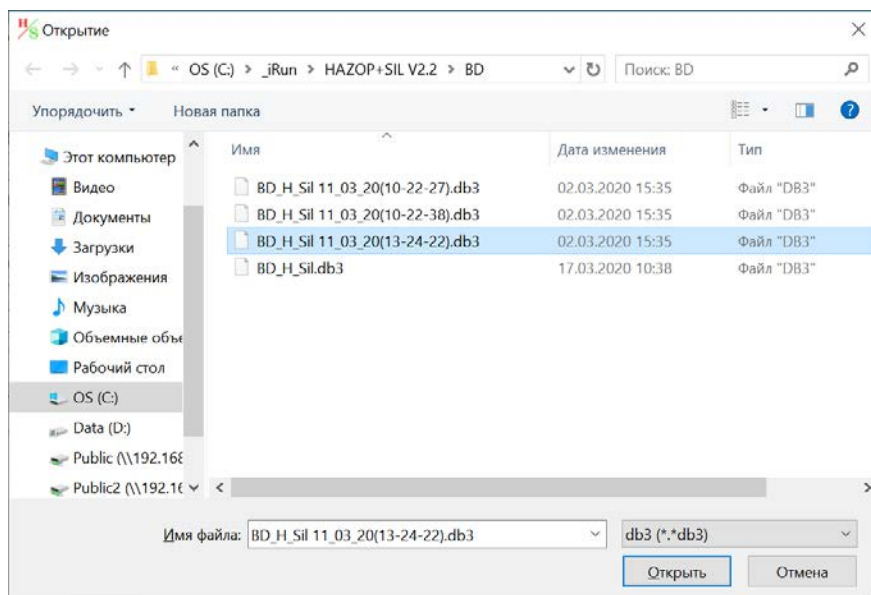

Рисунок 2.5 – Окно выбора файла базы данных (команда «Открыть кейс»)
2. Использование ранее сохраненной архивной базы данных или базы данных, созданной на другом компьютере. Для выбора произвольной базы данных используется команда «Открыть кейс» из меню «Файл». В диалоговом окне «Открытие» (см. рисунок 2.5) необходимо выбрать имя базы данных и щелкнуть левой кнопкой мыши по экранной кнопке «Открыть».
Примечание – В диалоговом окне «Открытие» (см. рисунок 2.5) необходимо выбрать имя базы данных и щелкнуть левой кнопкой мыши по экранной кнопке «Открыть».